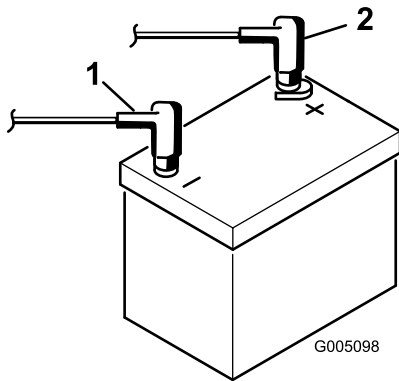

Figure 6
- Raccordez le câble positif (rouge) de la batterie à la borne positive (+) et le câble négatif (noir) à la borne négative (-) et fixez-les en place avec les boulons et les écrous (Figure 6). Placez le capuchon en caoutchouc sur la borne positive pour éviter les courts-circuits.